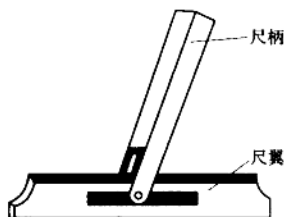

图 1-1 活络尺
6) 活络三角尺：也叫活络尺或板尺，如图 1-1 所示，可用于检查两斜面的交角是否符合要求或画规定角度的斜线。